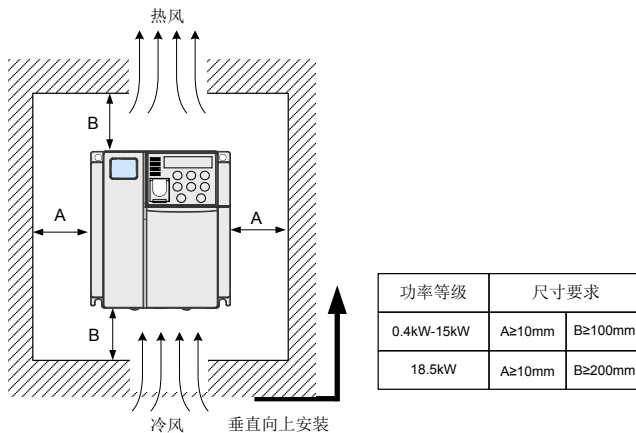

图 3-1 MD310 变频器各功率等级安装空间要求
- 1) 安装空间要求如图 3-1 所示, 需保证变频器有足够的散热空间。预留空间时请考虑柜内其它器件的散热情况。